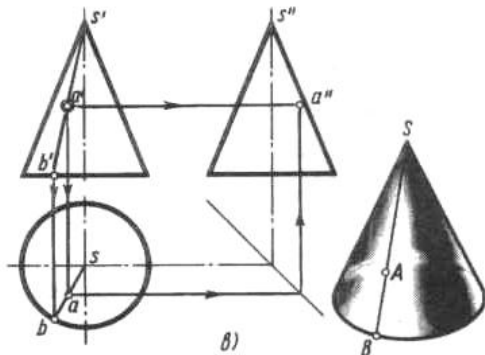

Рис. 3
**Второй способ:** (рис. 3) применяют, когда первым способом пользоваться нельзя. Тогда следует поступить так: